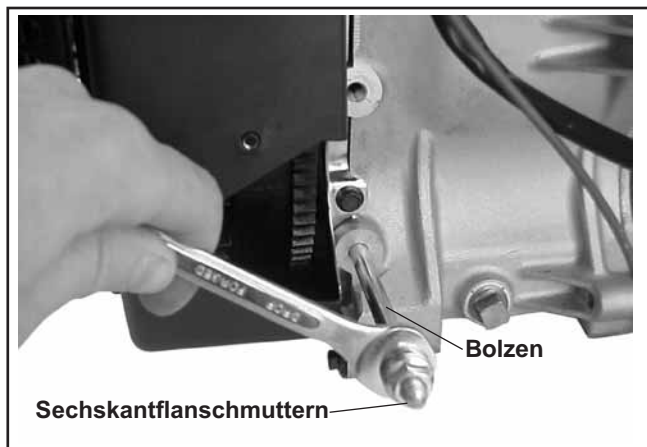

Abbildung 9-18. Entfernen der Befestigungsbolzen.
- d. Falls die Befestigungsbolzen demontiert werden müssen, ziehen Sie die beiden Sechskantflanschmuttern an den Befestigungsbolzen Flansch an Flansch an und entfernen die Bolzen. Siehe Abbildung 9-18.